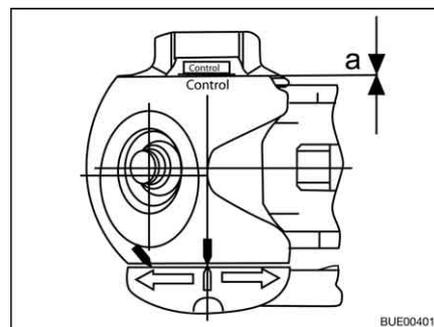

Bild 207 Verschleißkontrolle
- Abstand $a = 0$ (Bild 207): Reibbeläge kontrollieren und ggf. austauschen.